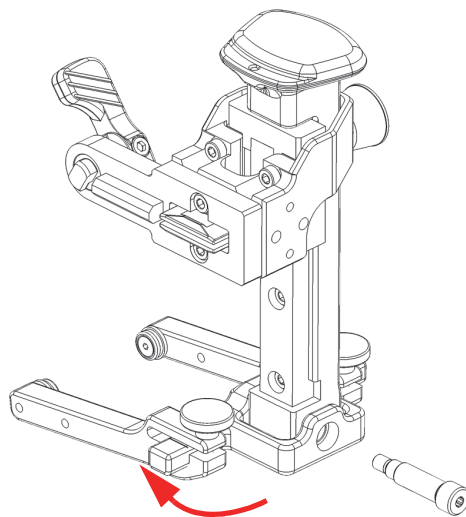

Abbildung 2-24 Schwenkträger des Gabelstücks austauschen
6. Drehen Sie den Schwenkträger des Gabelstücks um 180° und schieben Sie ihn zurück in die Schiene des federbelasteten Arms (Abbildung 2-24 auf Seite 54).